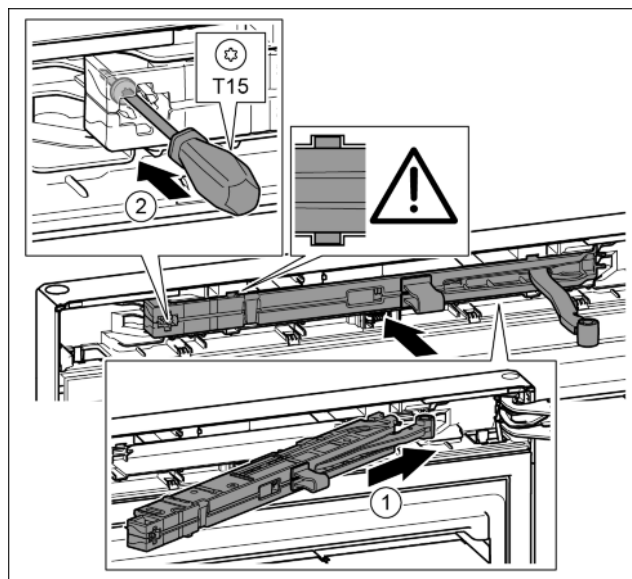

Fig. 41
- ▶ A csapágybak oldaláról ferdén, ütközésig tolja be a záráscsillapító egységet a mélyedésbe. Fig. 41 (1)
- ▶ Húzza meg a csavart egy T15 csavarhúzóval. Fig. 41 (2)